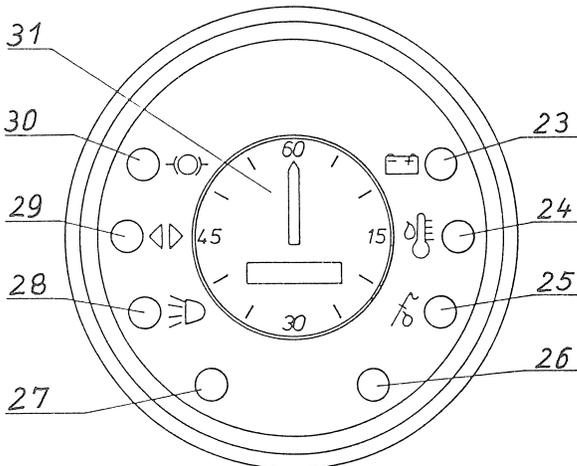

Bild 17
- 15 Kombigerät (siehe Bild 17)